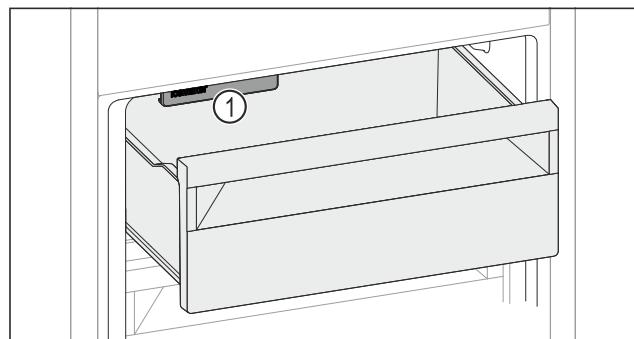

Fig. 160
► IceMaker Fig. 160 (1) berücksichtigen.